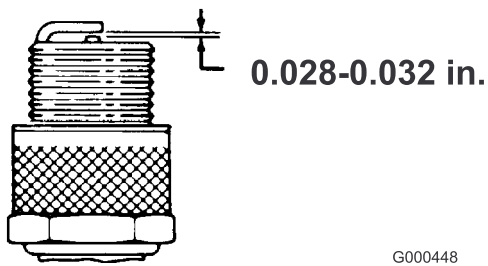

Figura 31
- Ajuste el hueco entre electrodos a 0,7–0,8 mm (Figura 31). Tras ajustar correctamente los electrodos, coloque la bujía y apriétela a 17 pies-libra.